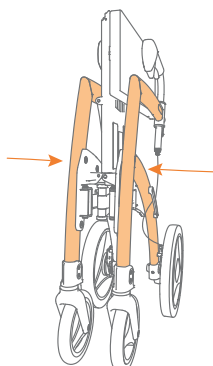

Abbildung 16: Schieben Sie den Rahmen weiter zusammen.
e. Drücken Sie die Seiten des Rahmens zusammen, bis der Rollator vollständig zusammengeklappt ist (**Abbildung 16**).